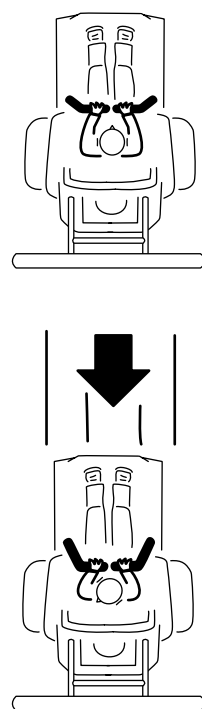

Figura 26
3. Per procedere in marcia indietro, guardate indietro e tirate lentamente le stegole all'indietro (Figura 26).